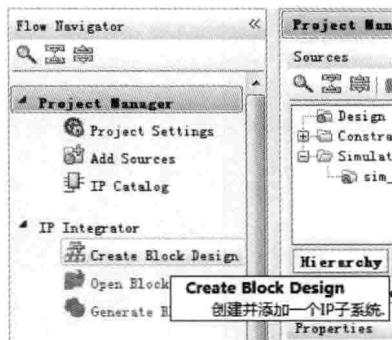

图 4.5 IP 集成器入口
- (1) 如图 4.5 所示,在 Vivado 主界面左侧的 Flow Navigator 窗口下,找到并展开 IP